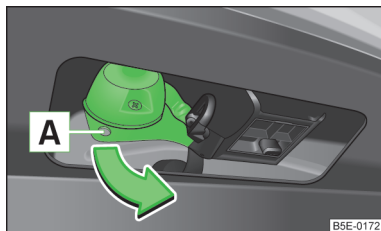

Fig. 104
- Antes de la conexión con el remolque, coger el enchufe de 13 polos en el área **[A]** » fig. 104 y girar en el sentido de la flecha.